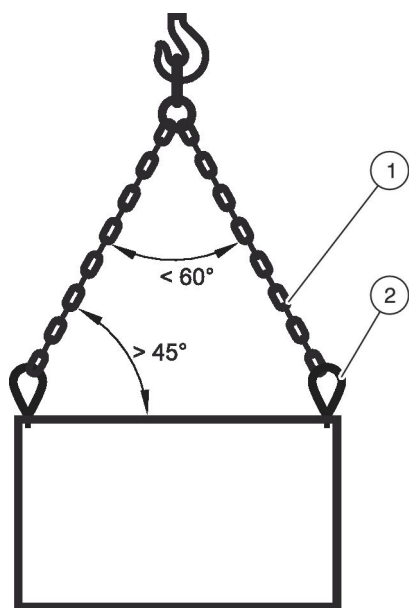

Рис. 7: Транспортировка краном и рым-болтами или кольцами (без поперечного элемента)
2. ▶ Завинтите все рым-болты или кольца (Рис. 7/2) полностью в резьбовые отверстия.
3. ▶ Закрепите стропы или цепи (Рис. 7/1) в рым-болтах или кольцах.